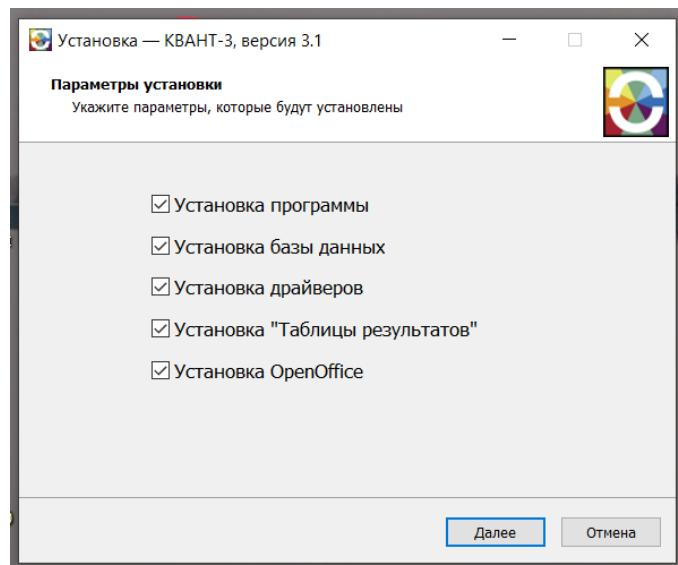

Рис. 4 Окно установки программы
- 2.3.2 Через проводник Windows запустить файл **setup.exe**. На рабочем столе появится окно рис. 4